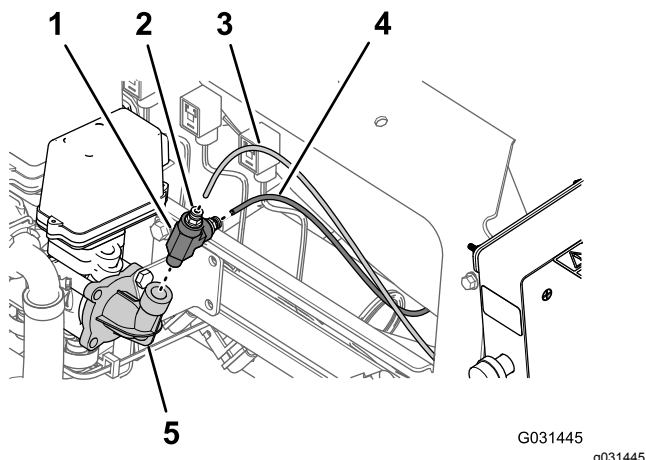

Figura 17
1. En el codo de 90° a la derecha de la válvula de control de presión del carrete de la manguera, pulse el anillo de bloqueo del acoplamiento del tubo y retire el tubo del sensor de presión para el manómetro del carrete de la manguera (Figura 17).
2. Presione el anillo de bloqueo del acoplamiento del tubo y retire el tubo del sensor de presión del manómetro en el salpicadero de la máquina (Figura 17).
3. Retire el acoplamiento en T del codo de 90° de la válvula de control de presión (Figura 17).